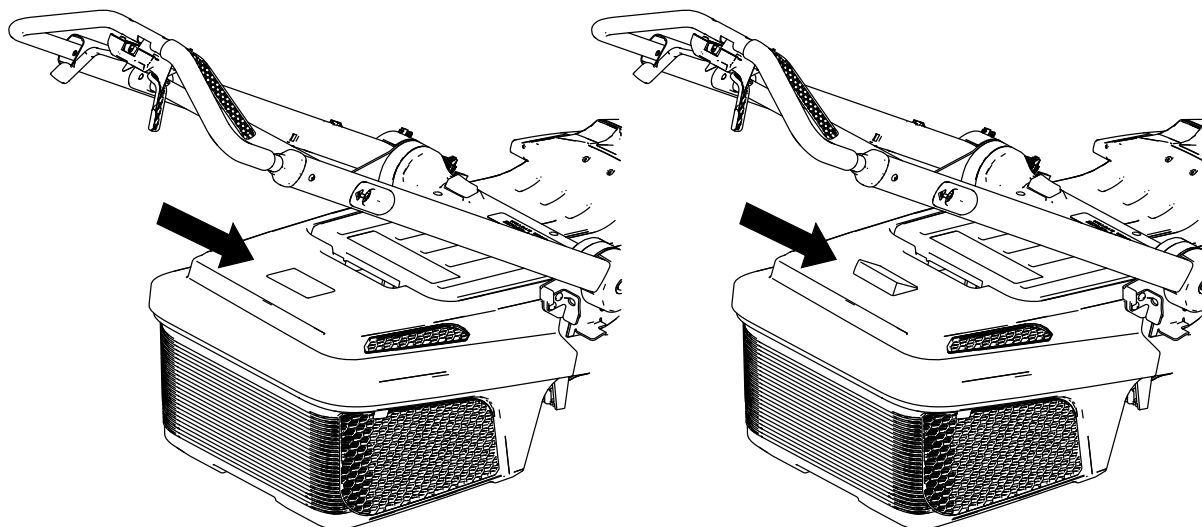

Figur 14
1. För handtaget till upprätt läge och lyft upp den bakre gräsriktaren (A i Figur 14).
2. Montera gräsupsamlarens krokar i skårorna på maskinens baksida (B i Figur 14).
3. Låt den bakre gräsriktaren luta mot uppsamlaren (C i Figur 14).